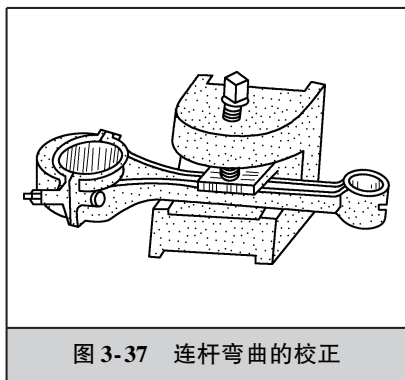
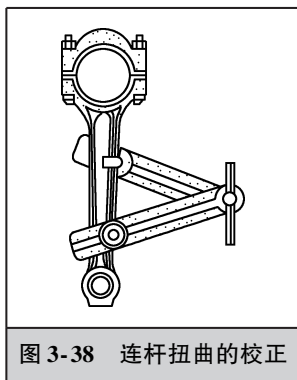

图 3-37 连杆弯曲的校正
图 3-38 连杆扭曲的校正
(3) 连杆变形的校正 经检验,如果弯、扭超过规定值,应记住弯、扭方向和数值,进行校正。连杆弯曲的校正可在压床或弯曲校正器上进行,用弯曲校正器校正连杆弯曲的方法如图3-37所示。连杆扭曲的校正可将连杆夹在台虎钳上,用专用工具进行校正,用扭曲校正器校正连杆扭曲的方法如图3-38所示。